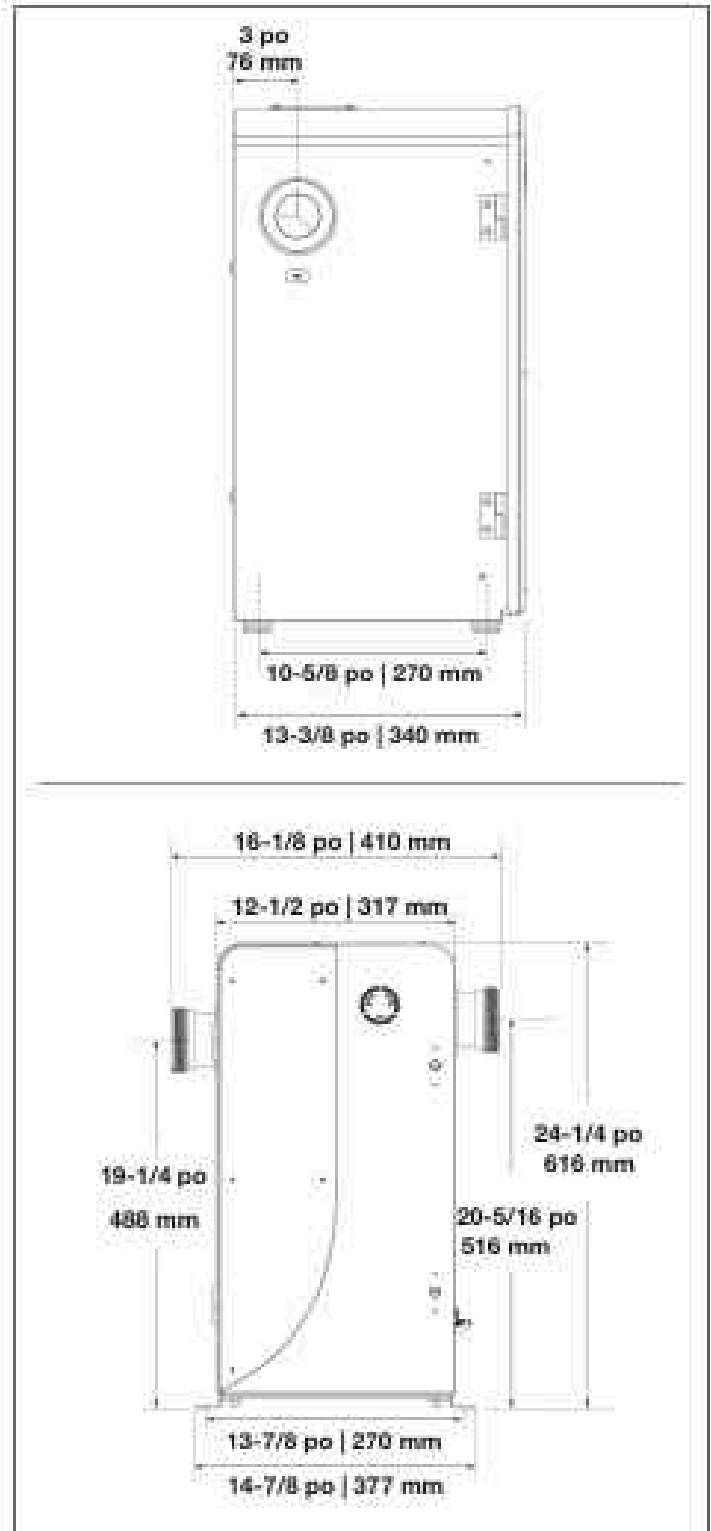
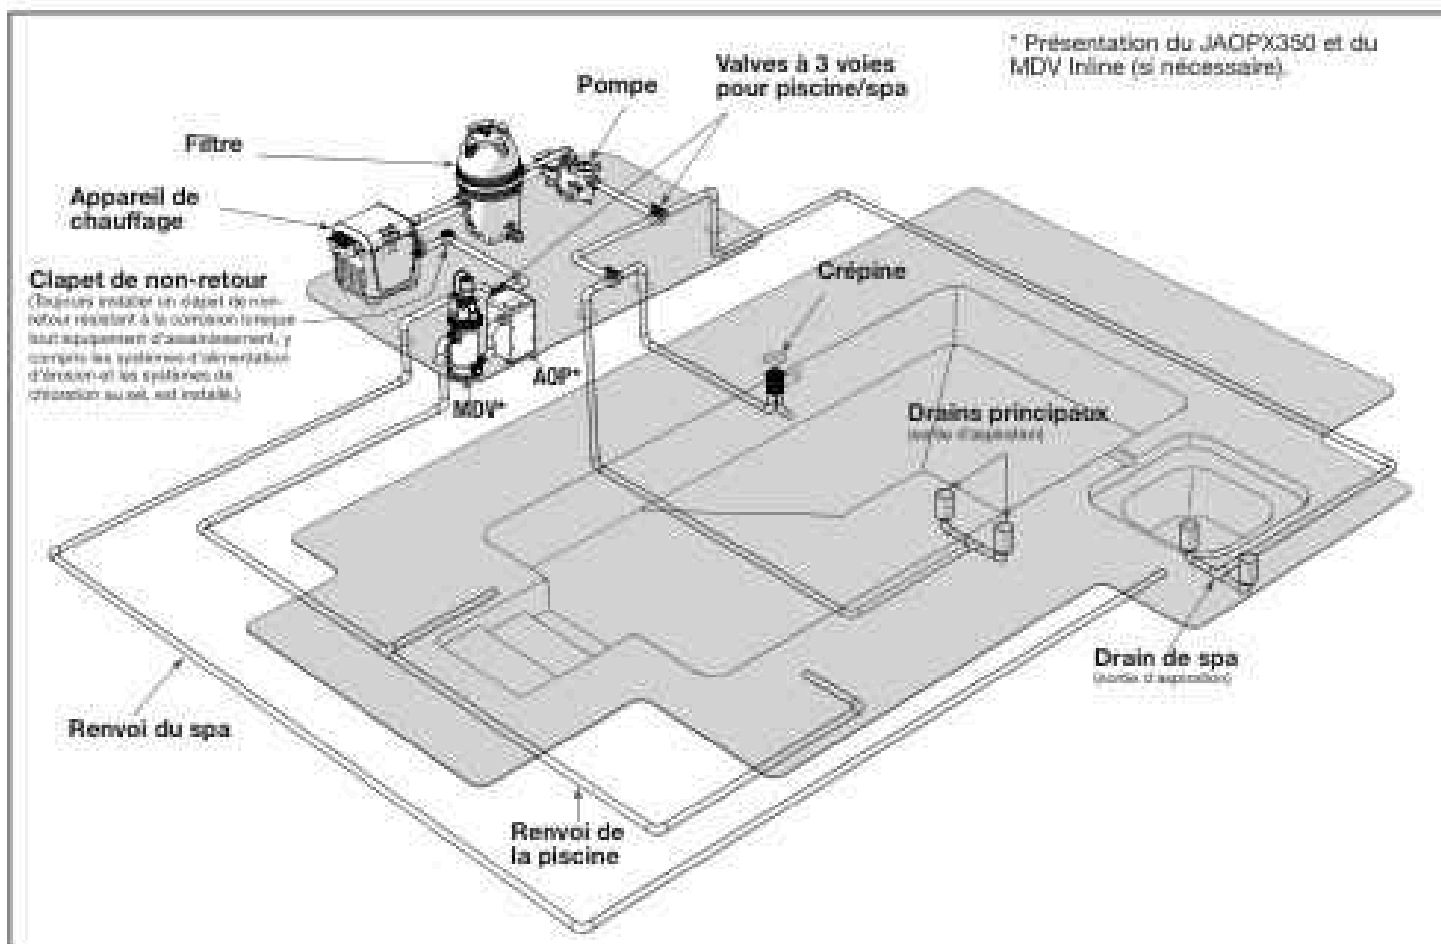

Figure 2. Dimensions pour l'installation des systèmes JAOPX200 et JAOPX350
Figure 4. Emplacement typique de Jandy AOP dans la tuyauterie de la piscine
- Utiliser les raccords de raccordement fournis pour connecter l'entrée et la sortie du Jandy AOP à la plomberie de la piscine, comme indiqué sur la Figure 4.
- Pour l'installation avec des désinfectants et des nettoyants de piscine supplémentaires, voir la section 7.1, *Annexe A : Jandy Installation du système AOP X Series – Plomberie du système*. La Figure 2 montre les dimensions connexes. La Figure 4 montre un schéma de plomberie typique.